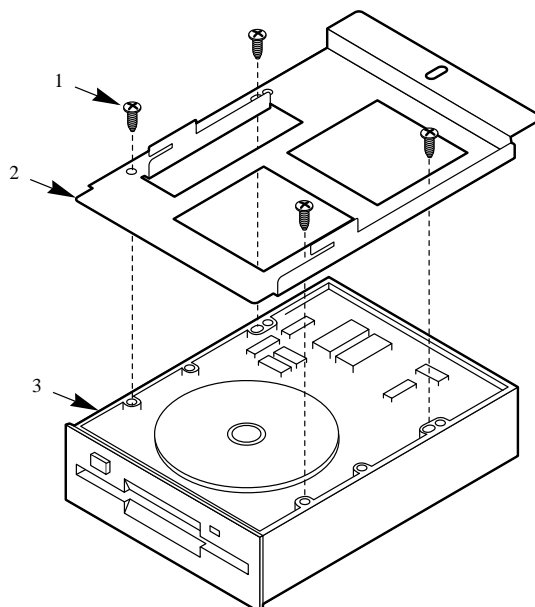

Abb. 4-6. Diskettenlaufwerk- und Trägereinheit
6. Die vier Schrauben entfernen und diese und den Laufwerkträger beiseite legen. Siehe Abb. 4-6